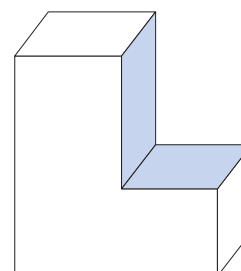

Abb.6
- Schieben Sie den Pro Cut Eckschneider von oben in das rechte Seitenprofil (Nr.14) des ProCut Dämmplattenschneidgerätes, bis der Eckschneider bündig mit der Oberkante des Dämmplattenschneidgerätes abschließt (Abb.6).